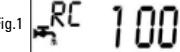

Fig.1
- Fig.1 : réserve entamée, il reste 100 litres